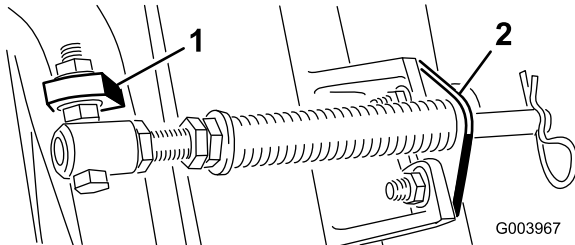

**Figura 9**
A. Togliete i due bulloni a testa tonda e i dadi che fissano la staffa dell'asta alle alette degli elementi di taglio (Figura 9).
B. Togliete il dado flangiato che fissa il bullone del tubo della molla all'aletta del telaio portante (Figura 9). Staccate il gruppo.